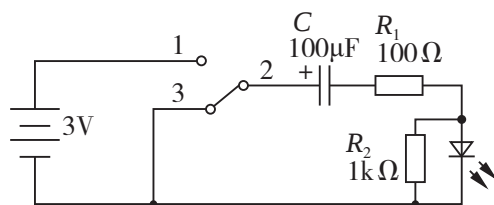

图2-10 电容特性测试电路
1. 按图2-10所示电路图连接电路，观察开关从位置3到位置1的瞬间：发光二极管会闪一下，但很快就会熄灭，此时虽然开关一直保持在位置1的闭合状态，但发光二极管上并没有电压，说明电容器不能让直流电通过。